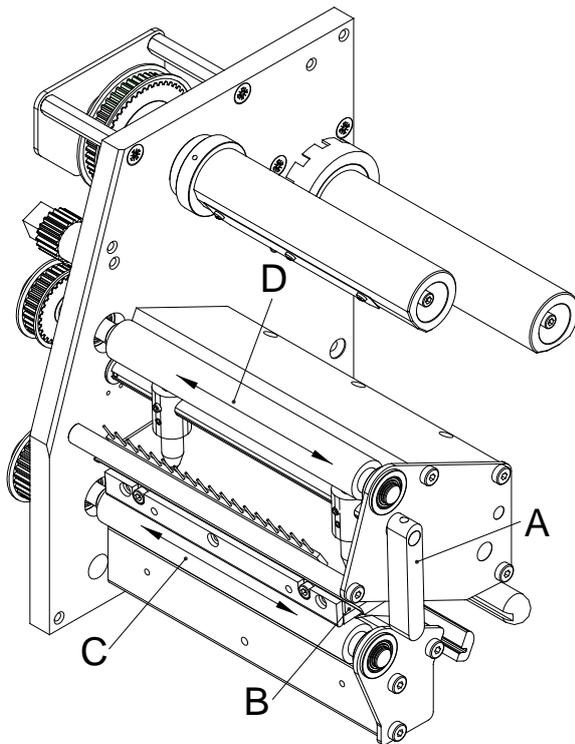

Figura 2
1. Gire la palanca (A, Figura 2) en sentido contrario a las agujas del reloj para levantar el cabezal de impresión.